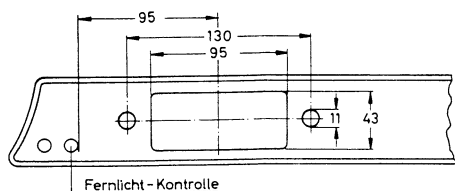
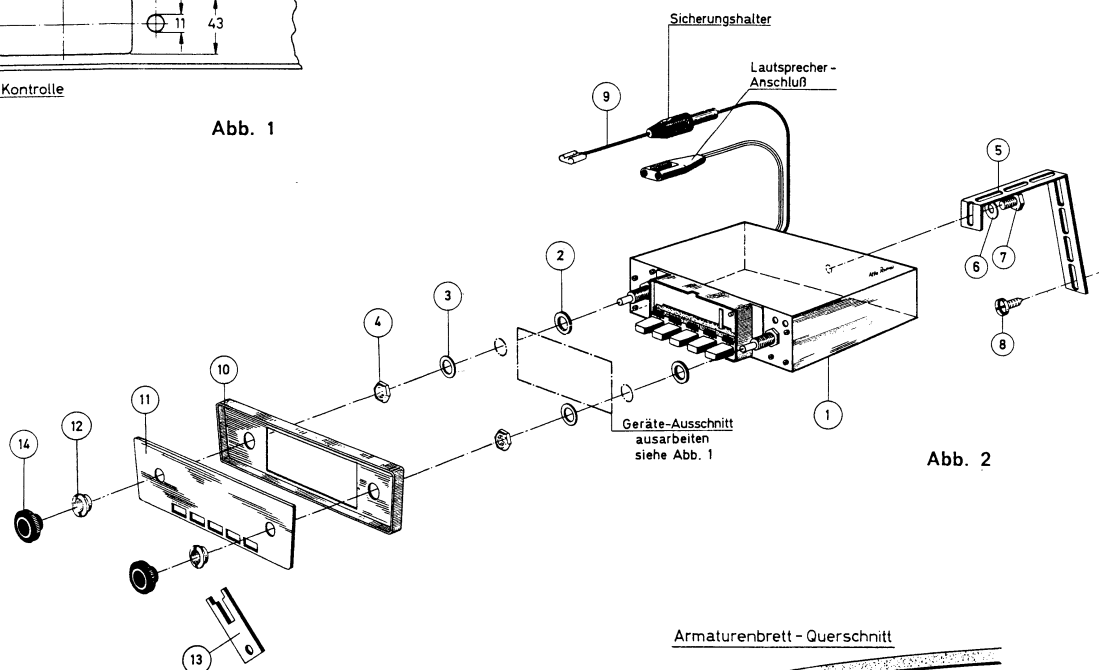

Abb. 1
Abb. 2
2. Ausschnitt im Armaturenbrett nach Abb. 1 ausarbeiten. Abstandsringe ② auf die Bedienungsachsen des Autosupers ① stecken, Gerät hinter das Armaturenbrett in den Ausschnitt führen und mit den Scheiben ③ und Sechskantmuttern ④ festschrauben (Abb. 2).
3. Winkel ⑤ mit der Federscheibe ⑥ und Sechskantschraube ⑦ am Gerät befestigen. Ein 3 mm  $\varnothing$  Loch bohren und Winkel mit der Linsenblechschraube ⑧ an der Spritzwand festschrauben (Abb. 2 und 3).
5. Batterieanschlußkabel ⑨ in den Sicherungshalter des Empfängers schrauben. Das andere Ende mit der Flachsteckhülse am Sicherungskasten Klemme 1 anschließen.
6. Zierrahmen ⑩, Skala ⑪ und Ziermuttern ⑫ mittels Steckschlüssel ⑬ auf die Bedienungsachsen des Gerätes schrauben. Drehknöpfe ⑭ aufstecken (Abb. 2).